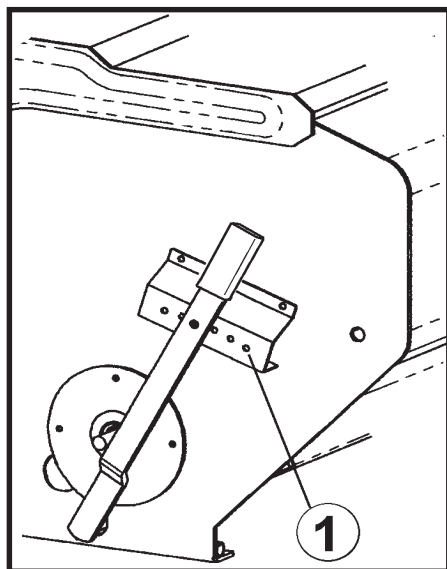

fig. 2
- 5) Colocar la PALANCA REGULADORA DEL PASO DE SEMILLAS (fig. 2) en la posición recomendada según el tipo de semilla que se vaya a sembrar, de acuerdo con la tabla de la página 19.